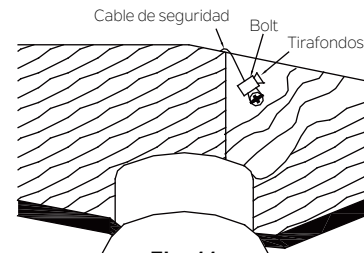

Fig. 11
Paso 2. Inserte el cable de seguridad a través del soporte de montaje y uno de los orificios de la caja de distribución eléctrica hasta el interior del techo. Ajuste la longitud del cable de seguridad para alcanzar el tornillo y las arandelas jalando todo el cable extra a través del sujetacables hasta que la longitud total sea la correcta; coloque el extremo del cable hacia atrás a través del sujetacables, formando un bucle al final del cable. Ajuste el sujetacables con firmeza. Ahora, coloque el bucle al final del cable de seguridad por encima del tirafondo y por debajo de la arandela. Ajuste bien el tirafondo. (Fig. 11)